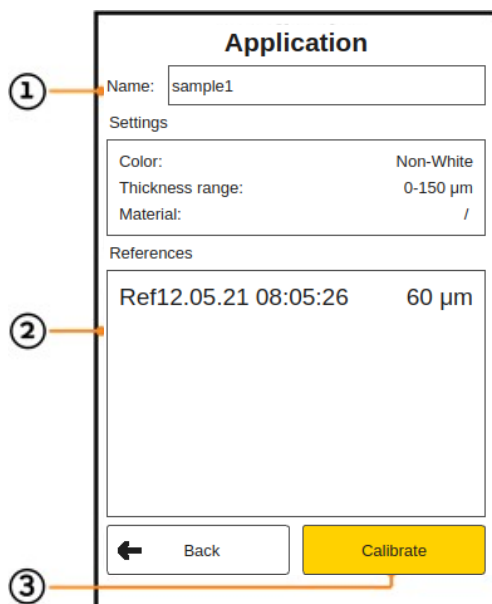

图38：校准菜单
校准评估中忽略了没有参考值的测量。在为新应用程序设置所有设置后，使用箭头键 (D) 导航到"校准"字段 (3) (参见图38：校准菜单)。